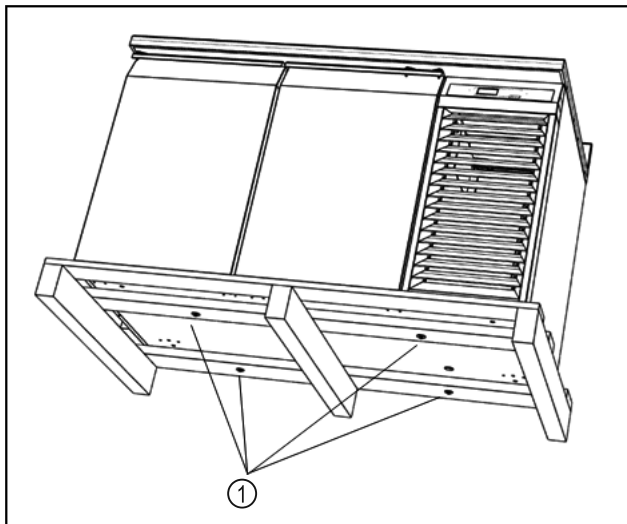

Fig. 7
- ▶ Odstraňte šrouby. Fig. 7 (1)